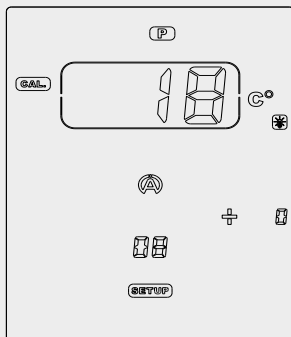

Figura 23
- 2) Premere il tasto centrale **Ok** per calibrare il sensore di pressione ed uscire del menù (figura 23).
- 2) Collegare il sensore di temperatura (figura 23).